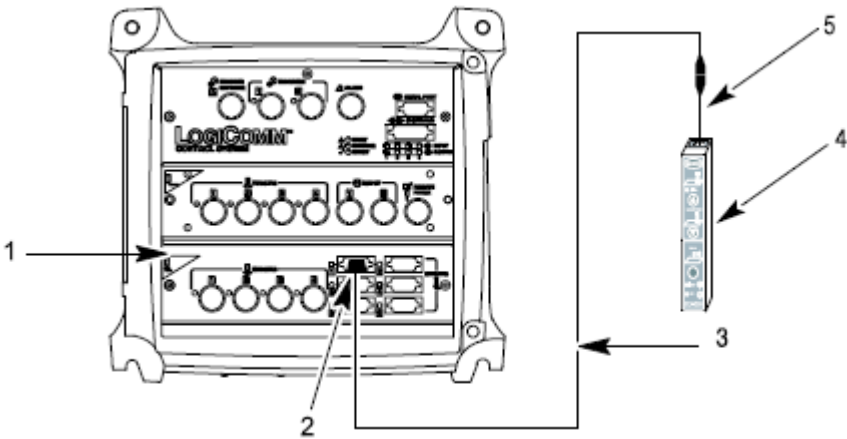

图 10 连接 LogiComm 控制模块和传感器
9. 电源输入/信号输出接头	传感器接口。 请参见图 10, 了解如何将传感器连至 LogiComm 控制模块；参见附录 B 了解传感器如何连至其它控制器。